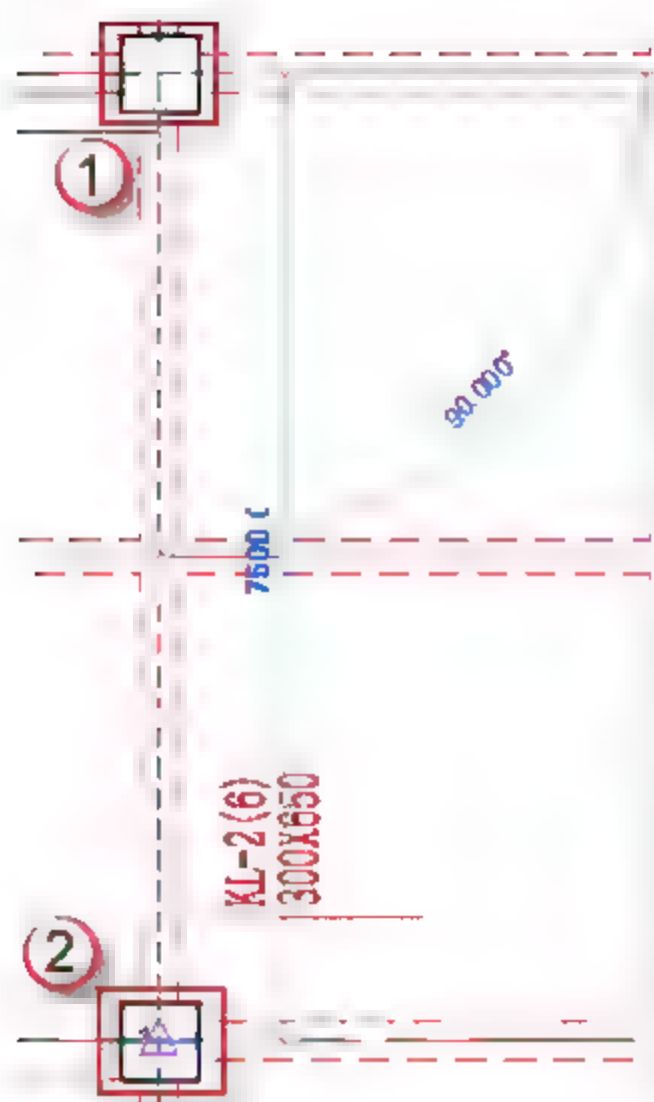

图 4.2.31 绘制 KL-2
(6) 绘制矩形框架梁 KL-2, 按快捷键 B+M, 放置平面为“标高 2”平面视图, 先单击起始柱的中心为起点, 后单击终止柱的中心为终点, 如图 4.2.31 所示。